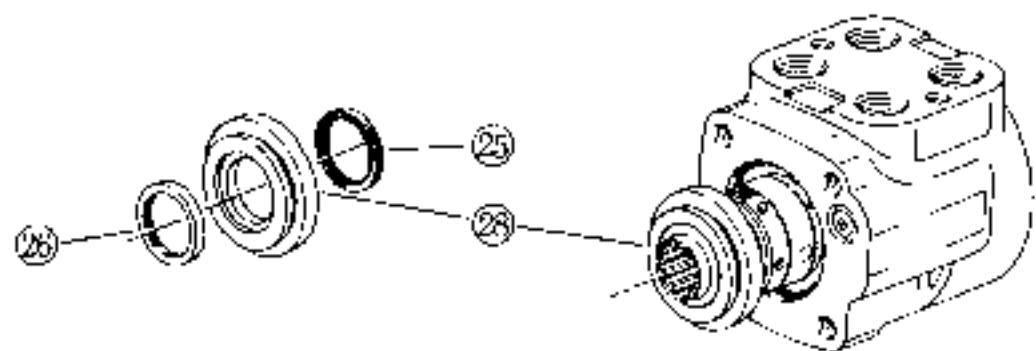

Fig. 9
9. Turn spool (12) and sleeve (10) to bring pin (11) into a horizontal position, push spool (12) and sleeve (10) with the thumb and remove bushing (25) from housing (21). (Fig. 9)
9. スプール(12)は、スリーブ(10)を廻してピン(11)を水平位置にした後、スプール(12)は、スリーブ(10)を親指で押してブッシング(25)をハウジング(21)から外す。(Fig. 9)